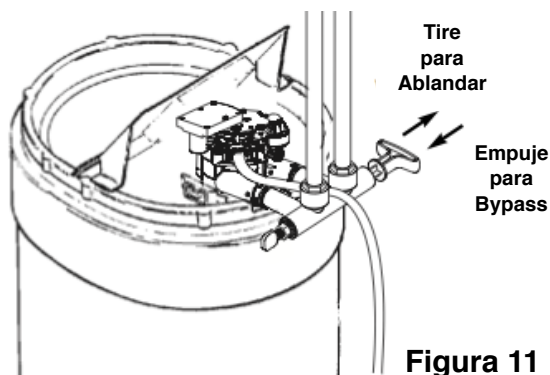

Figura 11
2. Ponga la válvula de bypass en posición de "BYPASS"(Figura 11 &12). En bypass EcoWater, empuje la manilla para adentro. En bypass de 3 válvulas, cierre la llave de entrada y salida y abra la de bypass.